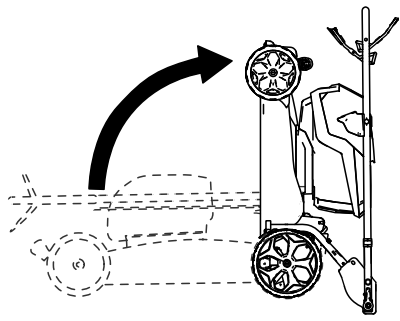

Figure 18
5. Rabattez le guidon complètement en avant, comme montré à la Figure 18.
6. Levez l'avant de la machine par le guidon et amenez-la dans un lieu de remisage (Figure 18).